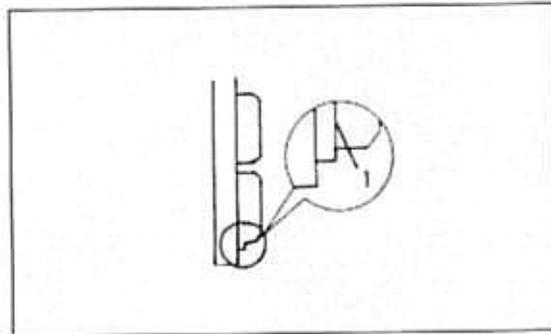

Bild 23
- O-Ring des neuen Ölfilters einölen und Filter nach Vorschrift eindrehen (Bild 23).